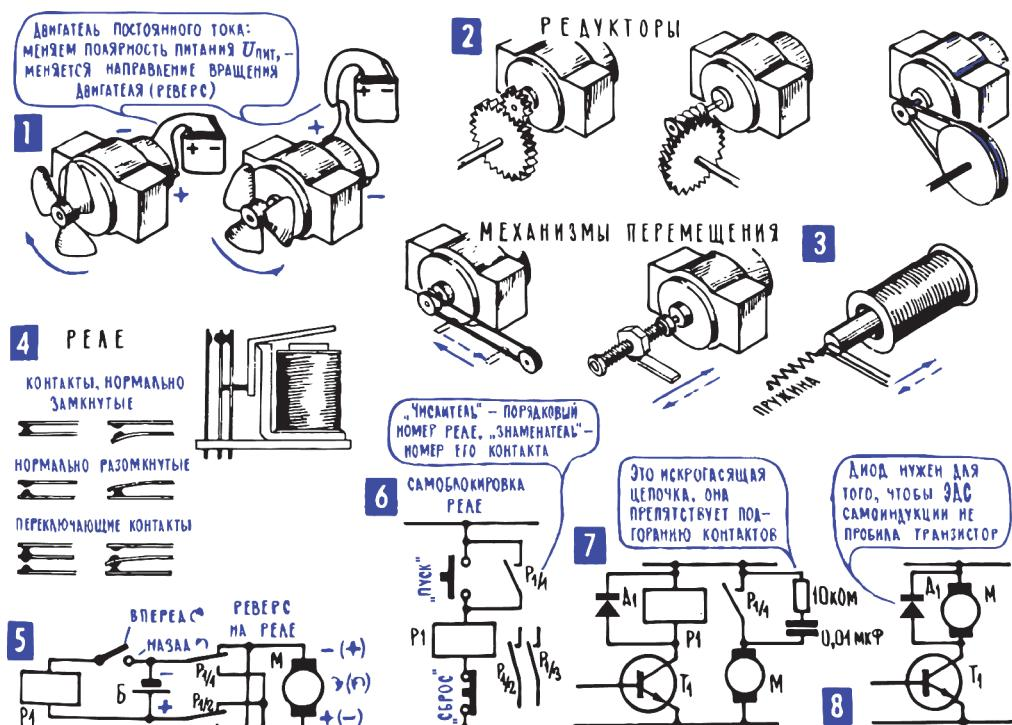

Рис. 15.2. Исполнительные механизмы и электромагнитные реле
**4. Исполнительные механизмы автоматов – двигатели, электромагниты, реле.** События во всех автоматах разворачиваются примерно по одному и тому же сценарию. Сначала собирается информация или извлекается программа из собственной памяти, или и то, и другое одновременно. Затем информация как-то преобразуется, перерабатывается, автомат принимает решение о том, что нужно делать при тех или иных сочетаниях сигналов, вырабатывает сигналы управления. И наконец, начинается само действие, само управление – по разным адресам рассылаются команды: «поворнуть», «открыть», «передвинуть», «нагреть», «погасить», и, подчиняясь этим сигналам-командам, начинают действовать исполнительные механизмы и приборы (рис. 15.2): электродвигатель поднимает кабину лифта на заданный этаж; железные сердечники втягиваются в катушки с током и на заданное время открывают краны, через которые в стакан наливаются сироп и вода; включается электрический подогреватель холодильника, усиливается испарение теплоносителя, и в холодильной камере до заданного уровня понижается температура; электромагнит передвигает контакты мощных выключателей, и они сразу зажигают сотни фонарей уличного освещения.
Там, где нужно плавно регулировать работу исполнительного механизма (например, плавно менять обороты двигателя), часто используются транзисторные и ламповые усилители постоянного тока. Их главная особенность, как говорит само название, связана с тем, что сигнал управления может меняться очень медленно, и, чтобы усиливать такие очень медленно меняющиеся сигналы (их для образности называют постоянным током), из схемы исключают переходные конденсаторы (гл. 12; 11). Там, где на исполнительный механизм подаются дискретные, ступенчатые команды, такие, например, как «включить», «выключить», «сменить направление тока», в качестве усилителя сигналов чаще всего используют реле. Их существует несколько разных типов, а в радиолюбительских схемах автоматики чаще всего используются электромагнитные нейтральные реле постоянного тока3 (рис. 15.2; 4). Основа такого реле – электромагнит, катушка которого расположена на стальном сердечнике с почти замкнутой магнитной цепью. Когда по обмотке реле идет ток, то стальной якорь под действием магнитного поля притягивается к сердечнику, когда же ток прекращается, пружина отводит якорь обратно. Притягиваясь к сердечнику, якорь нажимает на пружинящие контакты и замыкает их или размыкает, в зависимости от устройства контактной группы реле.
У разных типов реле разное количество контактов. Есть контакты нормально замкнутые, при срабатывании реле они размыкаются, есть контакты нормально разомкнутые, при срабатывании реле они замыкаются, а есть и такие контактные группы, в которых происходит переключение контактов. Таким образом, реле, особенно многоконтактное, кроме того что оно усиливает сигнал, может еще и производить его определенную переработку (рис. 15.2: 5, 6) – перебрасывать ток из одной цепи в другую, направлять в общую цепь разные сигналы, распределять управляющие сигналы между разными исполнительными механизмами. Бывает так, что реле вводят в систему автоматического управления только для того, чтобы производить сложные переключения4, хотя, конечно, чаще используется основная профессия реле – их умение усиливать сигналы.
Когда мощности сигнала не хватает для срабатывания реле, его можно объединить с транзисторным усилителем (рис. 15.2; 7), а в некоторых случаях функции реле выполняет сам этот усилитель, работая в ключевом режиме: на входе одно из двух состояний «есть сигнал» или «нет сигнала», и на выходе соответственно «максимальный коллекторный ток» (режим насыщения) или «нет коллекторного тока» (режим отсечки). Транзистор, работающий в таком режиме, часто называют электронным реле (рис. 15.2; 8).